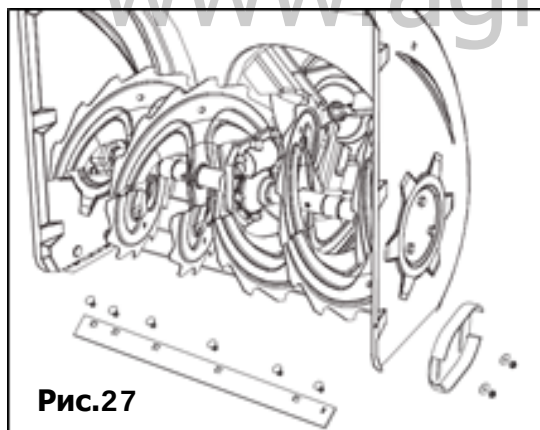

Рис.27
- Открутите четыре болта каретки и шестигранные гайки фланца, которые крепят их к снегоочистителю (Рис. 27).
- Соберите новые башмаки с четырьмя болтами (по два с каждой стороны) и шестигранными гайками с фланцем (Рис. 27).
- Соберите новую подрезную пластину, убедившись, что головки болтов каретки находятся внутри корпуса. Надёжно затяните (Рис.27).